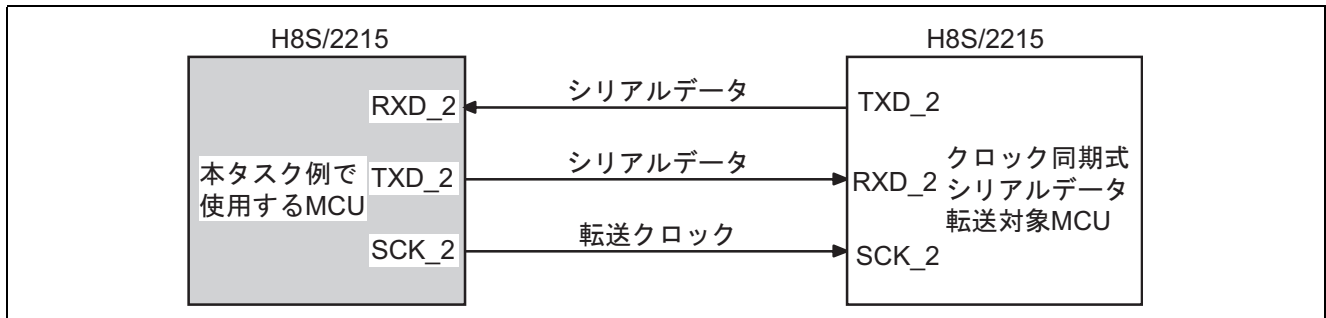

図1 クロック同期式シリアルデータ同時送受信
- 図1に示すようにクロック同期式シリアル転送機能を使用して、8文字の8ビットデータの同時送受信を行います。